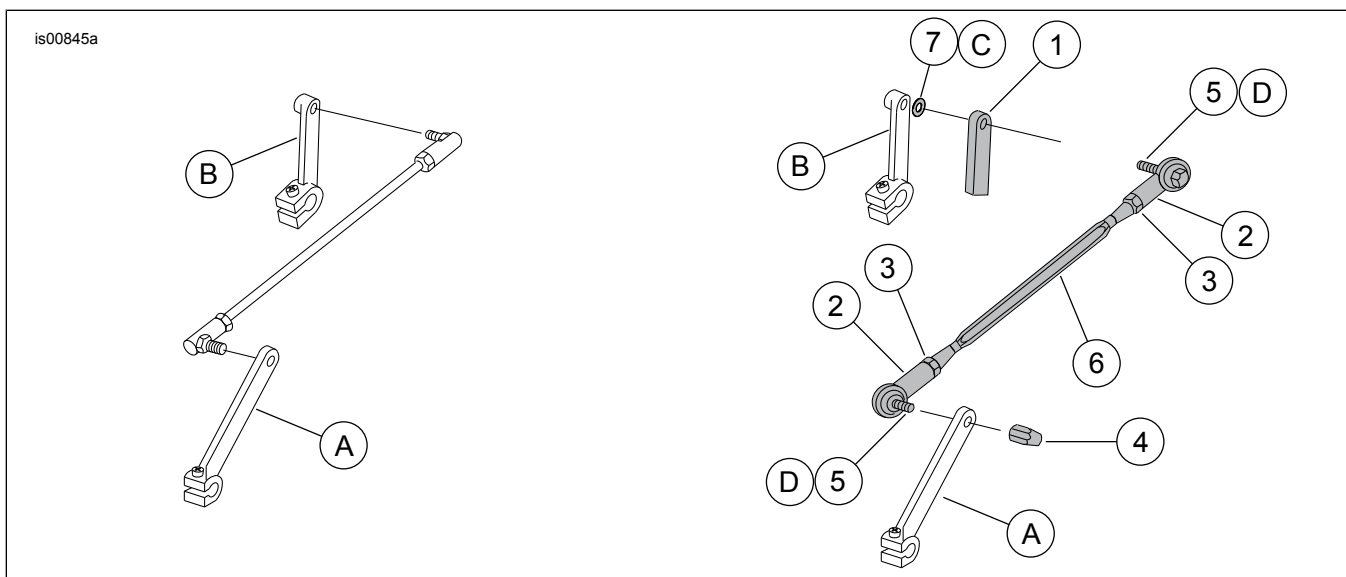

Figura 1. Piezas de servicio: Varillaje de cambios
Vea Figura 1 para conocer un listado del contenido del kit.
Todos los números que se proporcionan como referencia en los pasos siguientes se refieren a la Figura 1 y la Tabla 4.
- En los modelos **FLHT, FLHR y FXDWG de 1999 y posteriores**, coloque el extremo de la varilla en el exterior de la palanca de cambios, después aplique fijatornillos a las roscas del otro tornillo de casquete (5) y sujete la parte delantera de la varilla de cambios (6) a la palanca de cambios con el tornillo (5) y la tuerca ciega (4) en el orden mostrado en la Figura 1 (la tuerca ciega hacia afuera). Asegure la tuerca ciega (4). Ajuste.
Nota	Los artículos incluidos en los kits se muestran sombreados en Figura 1.